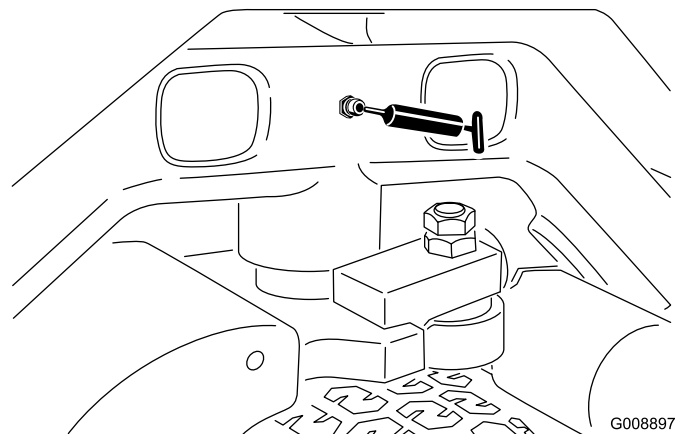

Figura 54
- Pivote de dirección (Figura 54)